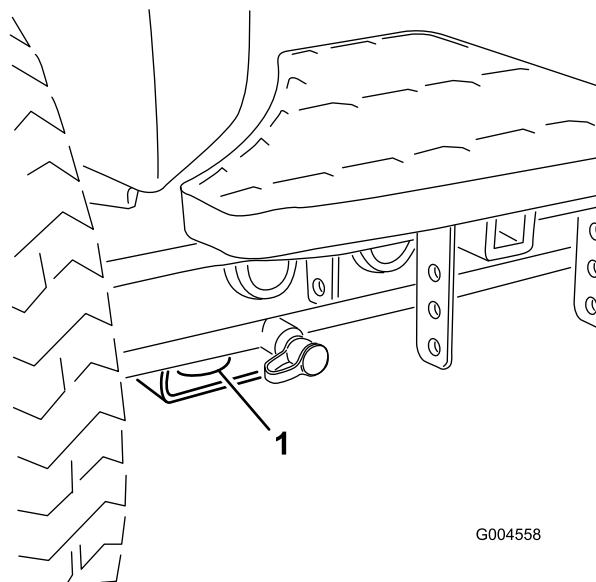
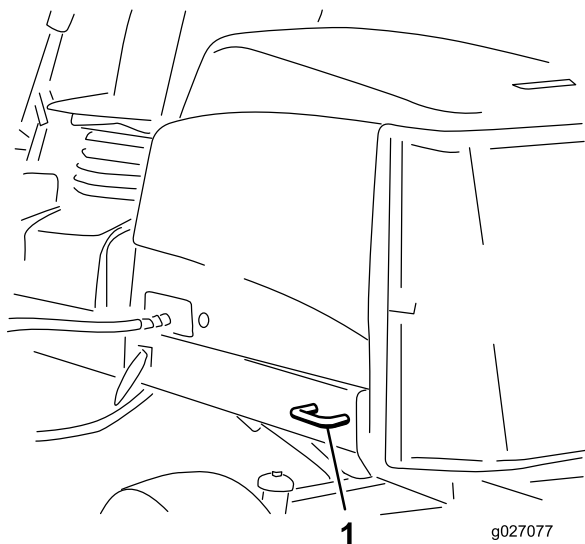

Рисунок 37
Рисунок 38
- В передней части – используйте отверстие в прямоугольной подкладке под трубой моста внутри каждого переднего колеса (Рисунок 37).
- В задней части – используйте каждую сторону машины на задней раме (Рисунок 38).
металлические крепежные проушины (Рисунок 37 и Рисунок 38).
- В передней части – используйте отверстие в прямоугольной подкладке под трубой моста внутри каждого переднего колеса (Рисунок 37)
- В задней части – используйте каждую сторону машины на задней раме (Рисунок 38)